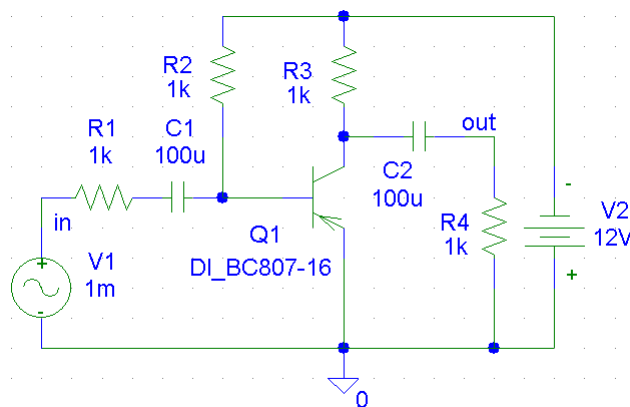

Рисунок 7.1 – Схема усилительного каскада на БТ
**7.4.1** Создать новый проект и в PSpice Schematics подготовить схему усилительного каскада для анализа (**рис. 7.1**).